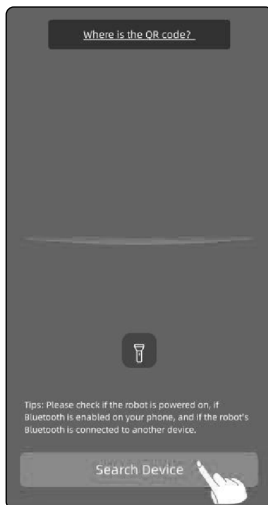

Рис. 15
- b. Автоматическое обнаружение: Нажмите кнопку «Поиск» в окне сканирования. Робот начнет поиск ближайших устройств. Выберите своего робота из списка обнаруженных устройств, чтобы подключиться. (Рис. 15).